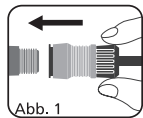
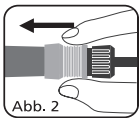

Abb. 1
Abb. 2
Aufpumpen: Die Schnellkupplung (2) kann direkt an das Schrader-Ventil angeschlossen werden. Dazu ergreifen Sie die Schnellkupplung an ihrer Basis (Abb. 1) und schieben die Kupplung fest auf das Ventil. Während Sie die Kupplung nach vorn gedrückt halten, erfassen Sie die graue Überschubmuffe mit Daumen und Zeigefinger und schieben diese weiter bis zum Anschlag nach vorn (Abb. 2). Das Anschließen war erfolgreich, wenn keine Luft aus dem Ventil entweicht (das heißt, wenn kein Zischen zu hören ist). Wenn Sie ein Zischen hören, ziehen Sie die Kupplung an der grauen Überschubmuffe herunter und versuchen es erneut.
Aufpumpen: Drehen Sie den Presta-Ventiladapter auf den Ventilschaft des Fahrradreifens. Dann ergreifen Sie die Schnellkupplung an ihrer Basis (Abb. 1) und schieben die Kupplung fest auf den Adapter. Während Sie die Kupplung nach vorn gedrückt halten, erfassen Sie die graue Überschubmuffe mit Daumen und Zeigefinger und schieben diese weiter bis zum Anschlag nach vorn (Abb. 2). Das Anschließen war erfolgreich, wenn keine Luft aus dem Adapter entweicht (das heißt, wenn kein Zischen zu hören ist). Wenn Sie ein Zischen hören, ziehen Sie die Kupplung an der grauen Überschubmuffe herunter und versuchen es erneut.
Verwenden Sie den Nadeladapter zum Aufpumpen von Fußbällen und anderen Bällen. Um den Nadeladapter mit der Ventil-Schnellkupplung zu verbinden, drücken Sie ihn mit einer Hand in die Öffnung der Kupplung und halten ihn dort, während Sie die Schnellkupplung an ihrer Basis ergreifen (Abb. 1) und die Kupplung nach vorn schieben. Während Sie die Kupplung nach vorn gedrückt halten, erfassen Sie die graue Überschubmuffe mit Daumen und Zeigefinger und schieben diese weiter bis zum Anschlag nach vorn (Abb. 2). Das Nadelventil ist nun in der Kupplung arretiert. Um das Nadelventil zu entfernen, halten Sie es mit einer Hand und ziehen mit der anderen Hand die graue Überschubmuffe zurück.